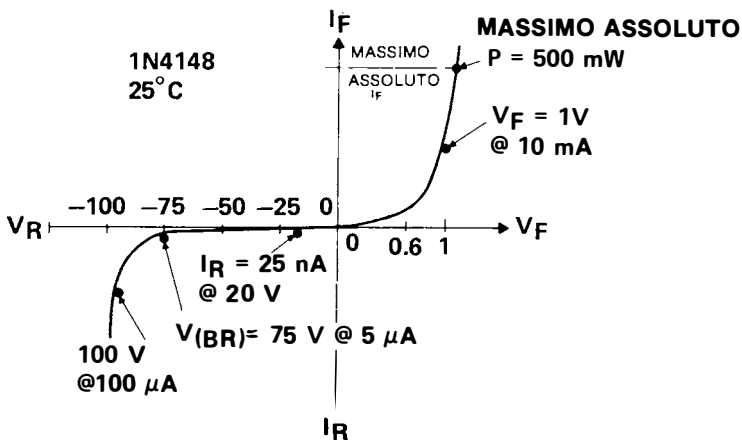

Figura 6.6
Tutte queste specifiche (ad eccezione di t_{rr}) si possono leggere direttamente da una curva I-V, ossia da una curva corrente-tensione, come quella che abbiamo appena visto. Dalla Figura 6.6, appare dove ognuno di questi punti è situato su una curva tipica.
Nel leggere il data sheet, ci riferiremo ancora alla Figura 6.6; si vedrà allora da quali parti della curva sono stati presi i dati.
La *dissipazione di potenza* (P) la si può trovare nella tabella dei *massimi valori nominali assoluti*. La massima potenza dissipata deve essere di 500 mW (milliwatt). Questo valore è indicato presso la parte superiore della curva di Figura 6.6. A volte, questo limite viene invece specificato sotto forma di *corrente diretta massima assoluta*.